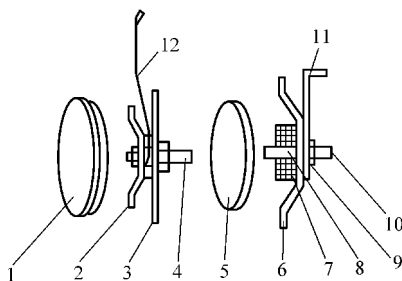

图 10-69 电喇叭的结构
(2) 结构 如图 10-69 所示，汽车电喇叭由衔铁、线圈、触点、膜片等组成。